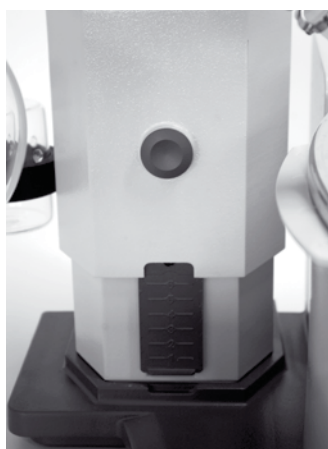

Fig. 19
- ☞ Poussez la butée (Q) dans la position souhaitée (fig. 19).